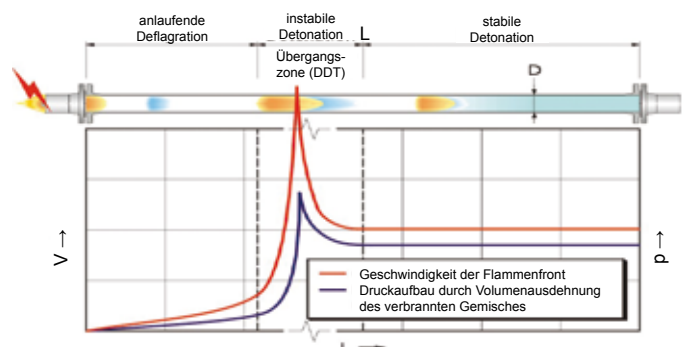
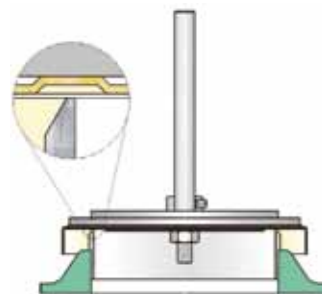
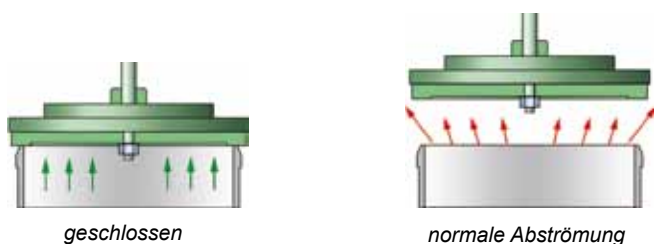

Bild 5: Deflagration – instabile Detonation – stabile Detonation
Bild 4: PROTEGO®-Vollhubteller mit Luftpolymerabdichtung
Bild 6: Strömung mit Normalteller (flach, mit metallischer Abdichtung)
Die **Rohrdeflagration** (Bild 5) ist eine beschleunigte Explosion innerhalb einer Rohrleitung, die sich in Rohrachsrichtung mit einer Flammenfortpflanzungsgeschwindigkeit unterhalb der Schallgeschwindigkeit bewegt.
**Detonation** ist eine Explosion, die sich mit Überschallgeschwindigkeit fortpflanzt, gekennzeichnet durch eine Stoßwelle [EN 1127-1]. Hierbei unterscheidet man die **stabile Detonation** und die **instabile Detonation** (Bild 5).
Die gewichtsbelasteten Ventilteller haben unterschiedliche Bauformen. Unterschieden wird zwischen dem Vollhubteller (Bild 4 und Bild 5 a, b) und dem Normalteller (Bild 6).
PROTEGO® **Über- und Unterdruckventile mit Normalteller** erreichen nach dem Ansprechen innerhalb einer Öffnungsdruckdifferenz von 40% (bezogen auf den Ansprechdruck) ihre Nennleistung (Bild 6).
Nach dem Ansprechen folgen Hub und der abgeführte Volumenstrom proportional dem weiteren Druckanstieg bis zum maximalen Hub. Bei höherem Gegendruck in der Anschlussleitung auf der Abströmseite des Ventils oder bei Installation in Kombination mit Druckreduzierventilen erlaubt diese Lösung ein stabileres Arbeiten des Gesamtsystems. Die Strömungsleistungen dieser Ventile erreichen allerdings nicht die Werte der Ventile mit Vollhubtellern. Zum Einsatz kommen diese Ventilteller (Bild 6) im Wesentlichen in Rohrleitungsventilen, wenn die Betriebszustände dies erfordern.